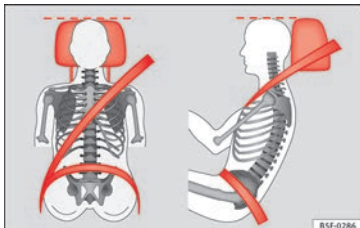

Bild 93 Korrekt inställt nackskydd sett framifrån och från sidan.
- Ställ in nackskyddet, så långt det går, så att ovankanten är på samma nivå som huvudets övre del, eller åtminstone i ögonhöjd » **bild 93**.